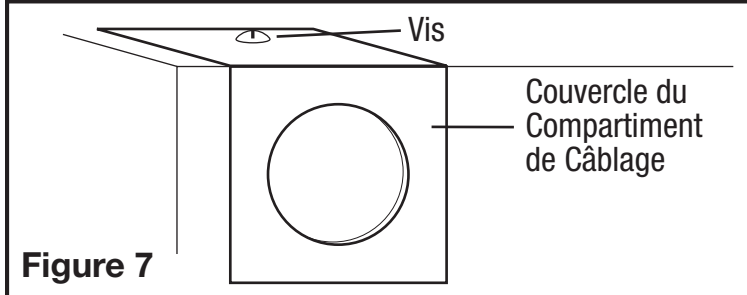

Figure 7
1. Enlever la vis du couvercle du compartiment à câblage et mettre ce couvercle dans un endroit fiable (Figure 7).